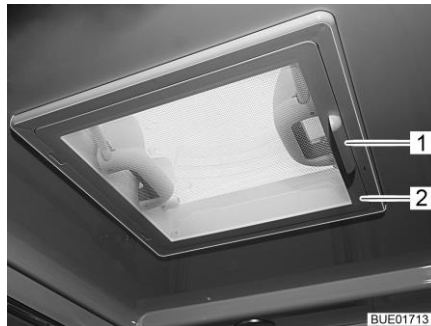

Fig. 108 Lanterneau à pousoirs
- Faire pivoter la moustiquaire (Fig. 108,2) vers le bas en la maintenant par la poignée (Fig. 108,1).